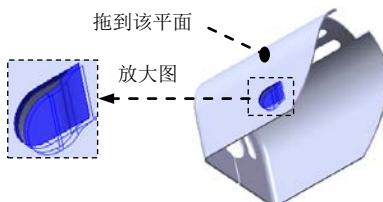

图 4.31 成形特征 2
Step12. 创建图 4.31 所示的成形特征 2。
- (1) 单击任务窗格中的“设计库”按钮 ，打开设计库对话框。
- (2) 单击设计库对话框中的  ch04 节点，在设计库下部的列表框中选择“lighter_shaped_tool_01”文件并拖动到图 4.31 所示的平面，在系统弹出的“成形工具特征”对话框中单击  按钮。